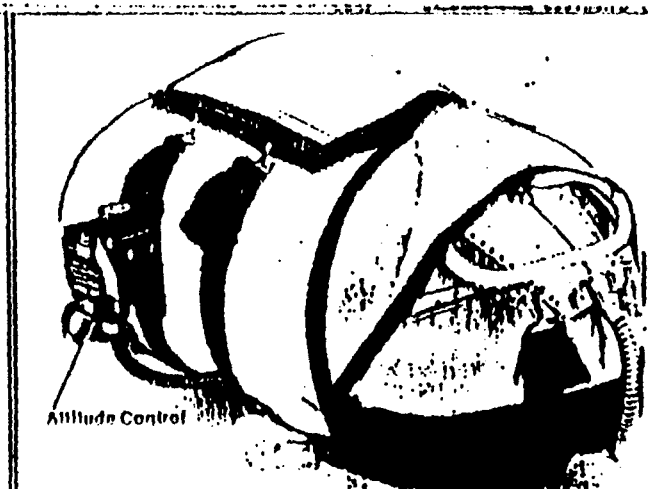

Figura 5
E) El control de altura del Modelo 12000 y la manguera de aire deben asegurarse como lo indica la figura 5, mediante el empleo de los sandows, haciendo pasar la banda de apertura por el puente de control de altura.